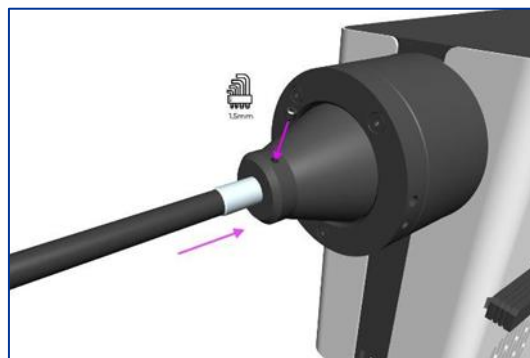

Figure 14
2. Tout en maintenant le guide de lumière liquide bien en place, utilisez la clé hexagonale de 1,5 mm pour fixer délicatement la vis sans tête de rétention qui se trouve à la sortie de la source lumineuse (Figure 14)